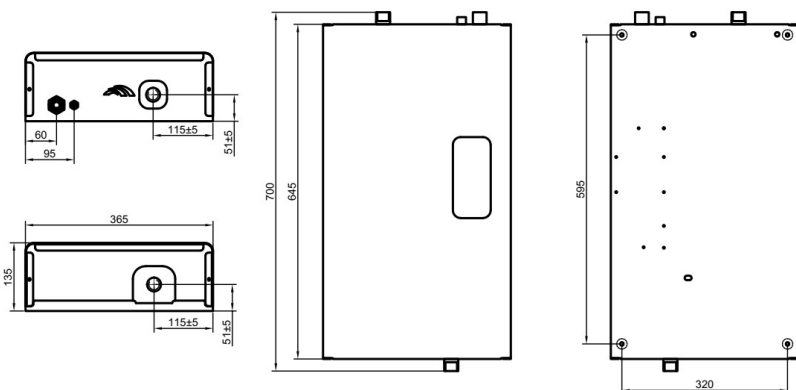

Рисунок 3 - Апарат КЕО-МЦ 18-30/400
5.1 КЕО є конструкцією, що складається з окремих вузлів, розміщених в сталевому корпусі форми паралелепіпеда (рис.3). Корпус є конструкція, сприймаюча навантаження, яке виникає при експлуатації і транспортуванні.